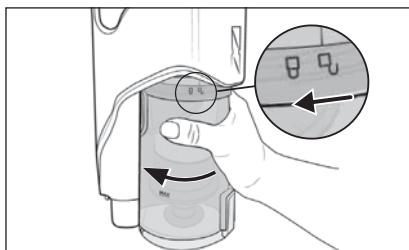

Fig. 19
- 2) For at fjerne støvbeholderen 7 fra produktet skal du dreje den i retning af symbolet ⚡ (åbn), indtil den kan løsnes fra produktet (se fig. 19).